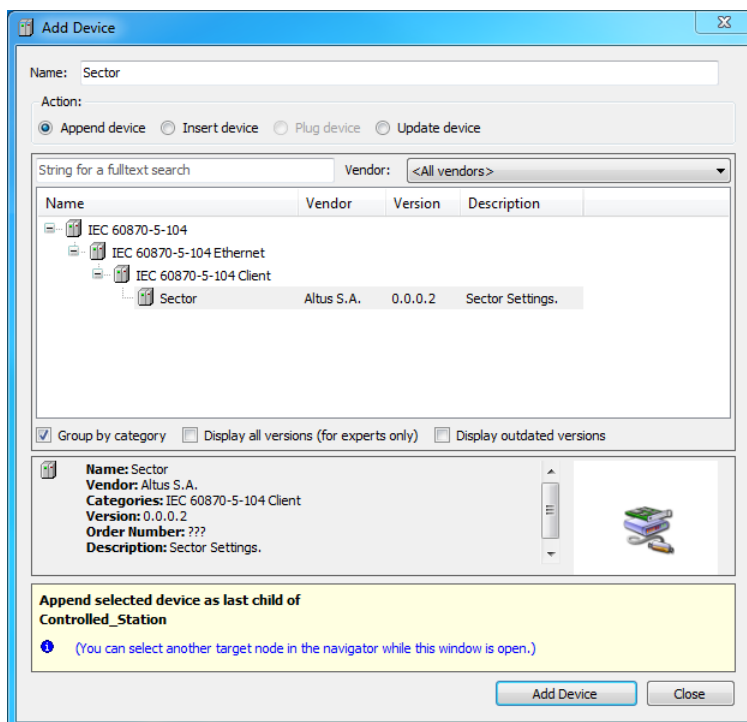

Figura 99: Tela de Inserção de Setor Abaixo de um Dispositivo Controlled Station IEC 60870-5-104
5. Adicionar e configurar setores (Sectors) abaixo do dispositivo *Controlled Station*, conforme ilustra a figura 99. Existe um limite máximo de 5 setores para cada dispositivo.